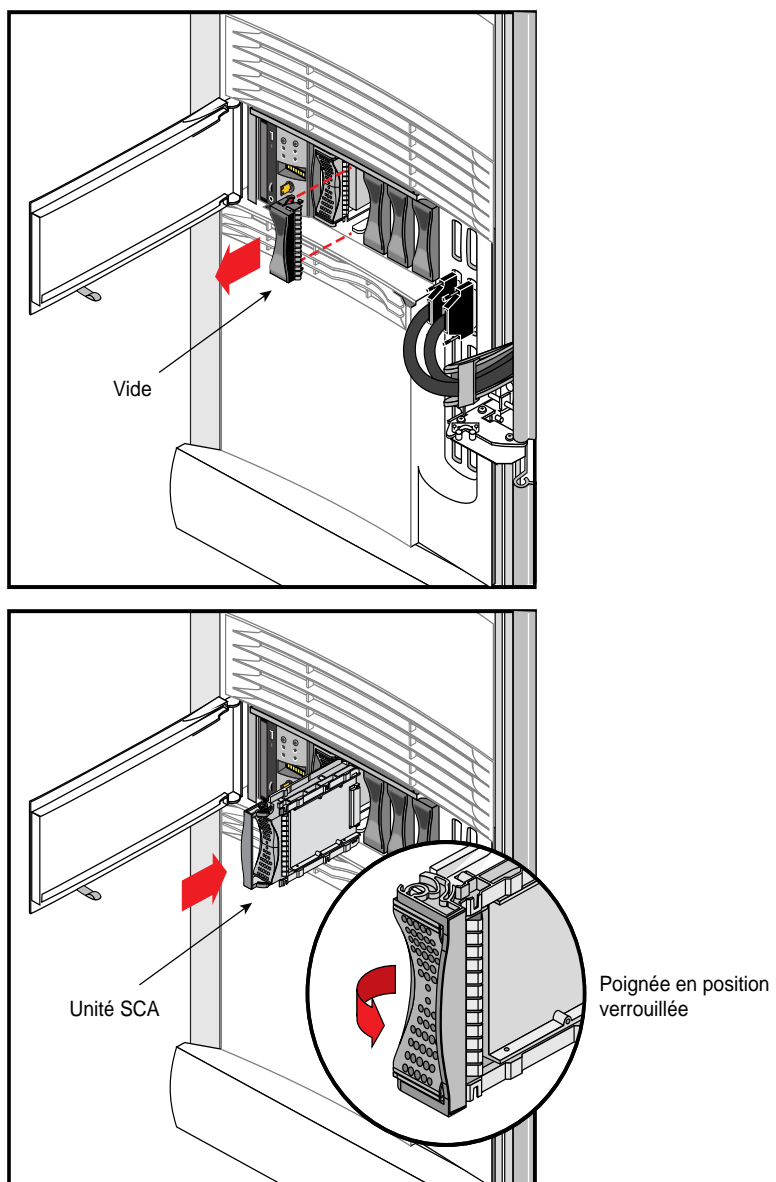

Figure 5-2 Installation d'un lecteur SCA
Tous les systèmes rack Origin2000 sont configurés avec une ou deux baies de lecteurs SCSI internes de type SCA (Figure 5-2). Ces lecteurs doivent tous être compatibles avec le standard Ultra SCSI en mode asymétrique. Les lecteurs Ultra SCSI sont capables d'effectuer des transferts pouvant atteindre 40 Mo/s. En outre, un système rack peut comporter de un à quatre boîtiers d'extension optionnels (Origin Vault) destinés à d'autres types de lecteurs comme les lecteurs SCSI en mode différentiel ou asymétrique (pour plus d'informations à ce sujet, reportez-vous au Chapitre 2, "Châssis rack,").
Le système Origin2000 utilise un boîtier à glissières SCA pour l'installation de baies de lecteurs. Les modules de lecteurs de disque sont alignés verticalement à l'avant du châssis (Figure 5-2). Notez que le lecteur système, situé à l'extrême gauche, est orienté différemment que les autres lecteurs.
1. Tournez, si nécessaire, la poignée pour la déverrouiller (position centrée), comme le montre la Figure 5-2.
3. Alignez le nouveau module de disque sur le guide du lecteur (Figure 5-2).
5. Une fois le module de disque installé au fond, tournez la poignée vers la droite en position verrouillée (Figure 5-2). Dans le cas du module de disque système, qui est orienté dans le sens inverse des autres lecteurs, tournez la poignée vers la gauche.